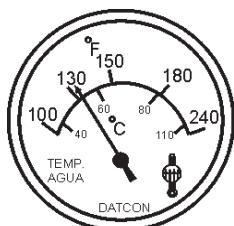

Figura 49. Medidor de temperatura del enfriador
10. El **medidor de temperatura del refrigerante** (Figura 49) indicará la temperatura del refrigerante. Bajo condiciones normales de operación la temperatura de refrigerante debe estar entre 165 y 203 grados Fahrenheit (**zona verde**).